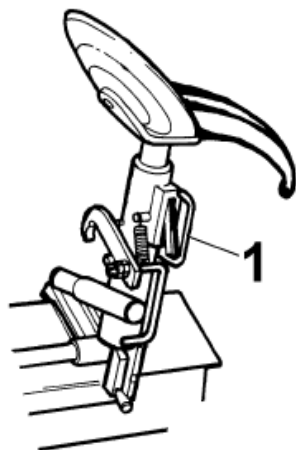

Рис.13
7. Для поворота инструмента монтажа нажмите рукоятку (#1 Fig.13). Отпустите рукоятку для фиксации инструмента.